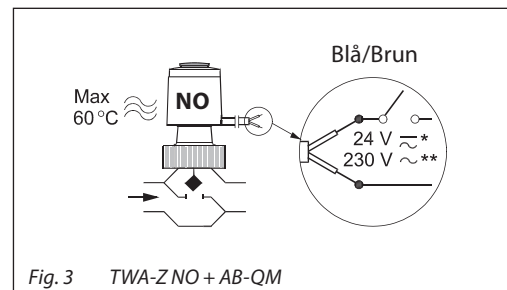

Fig. 3 TWA-Z NO + AB-QM
- ventilen är öppen då ställdonet inte är spänningsförande (Fig. 3)
- ventilen är stängd då ställdonet är spänningsförande (Fig. 3)
- ventilen är öppen då ställdonet är spänningsförande (Fig. 3).